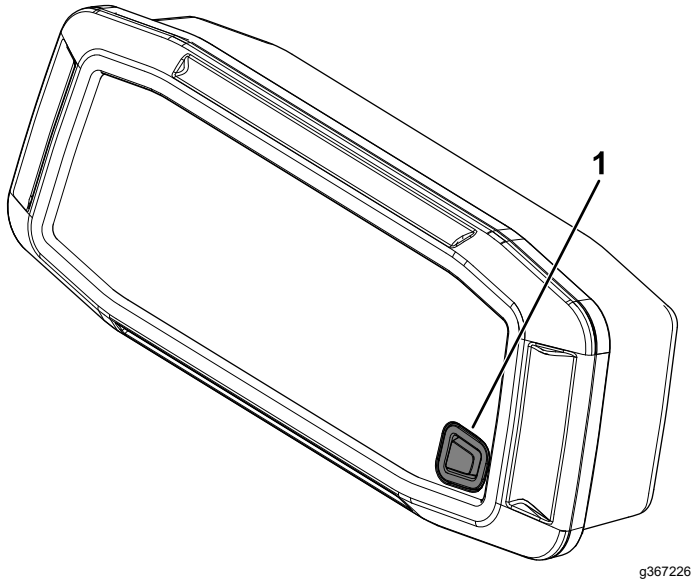

Figure 47
1. Appuyez sur le bouton (Figure 47) pendant au moins 10 secondes.